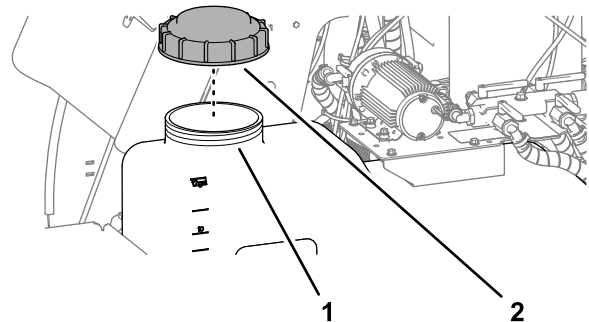

Figura 44
5. Abra el tapón del depósito de fumigación (Figura 44).